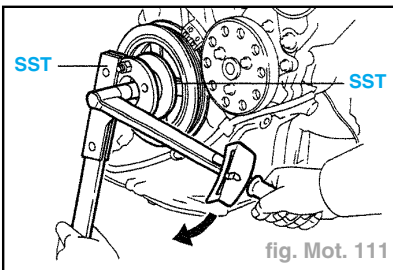

fig. Mot. 111
- A l'aide des SST, mettre le boulon de poulie en place. (**SST : 09213-70010, 09330-00021**). Serrer au couple prescrit de **12,8 daN.m** (fig. Mot. 111).